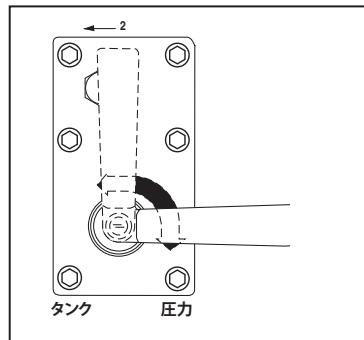

図 7
5.1 手動によるバルブ操作 VM32(図7参照)
VM33, VM33L, VM43, VM43L(図7を参照)